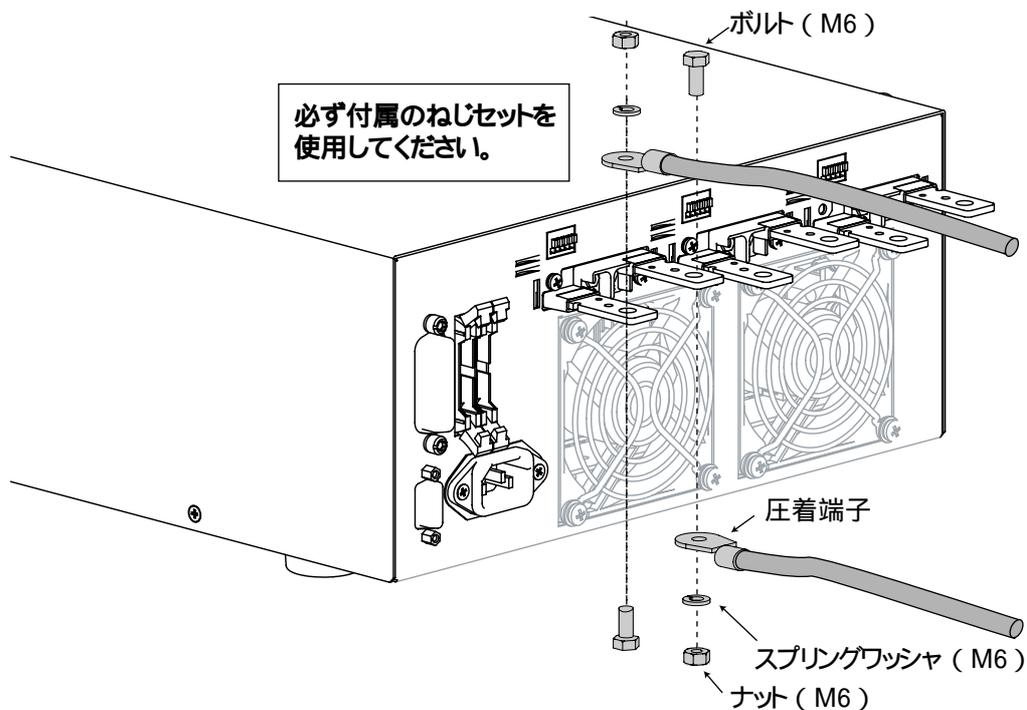

図 2-11 後面負荷入力端子への接続
3. 後面負荷入力端子に負荷電線を接続します（図 2-11）。